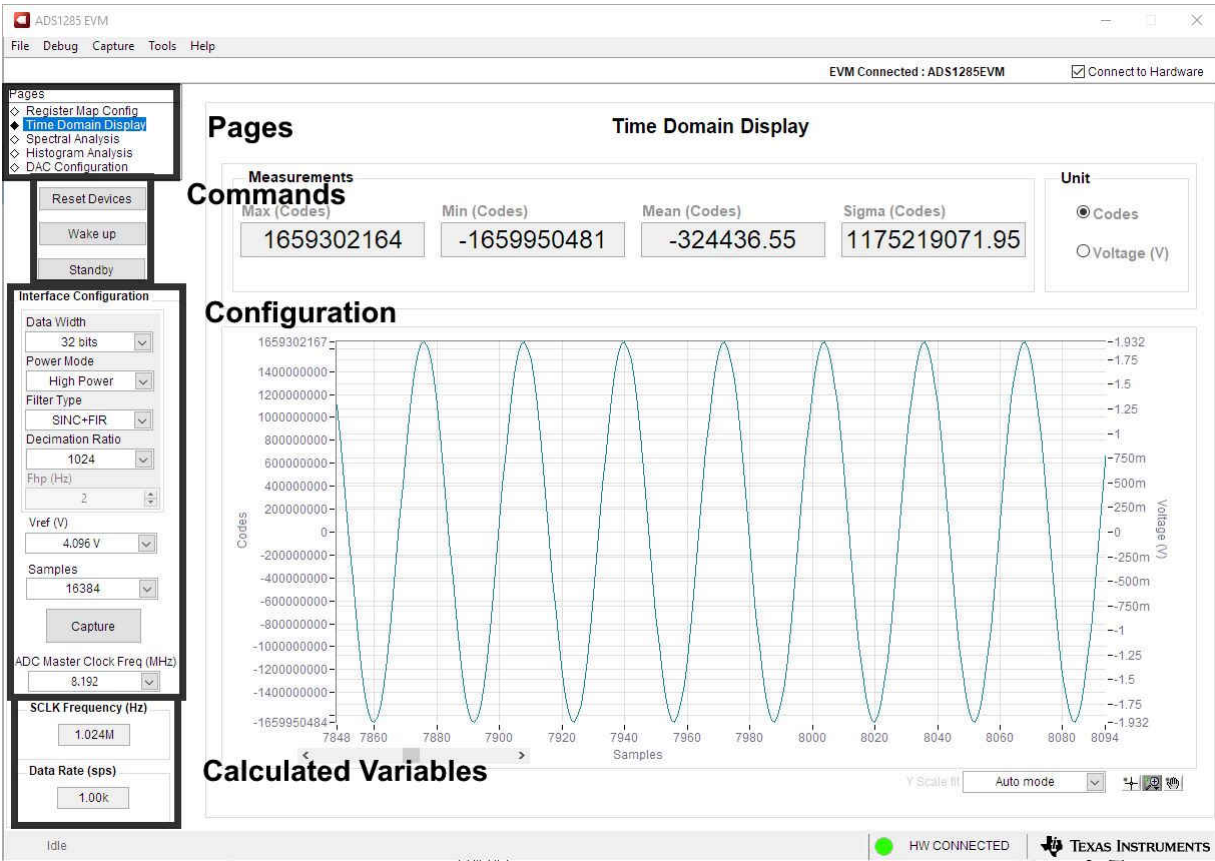

图 2-2. EVM GUI 全局输入参数
5. 如图 2-2 所示，可以使用 GUI 的 *Configuration* (配置) 部分来设置特定时钟输入、所需数据速率和样本数。然后，按下 **Capture** (采集) 按钮收集数据。节 8.1 详细介绍了 EVM GUI 全局输入参数以及 GUI 中的各个页面。